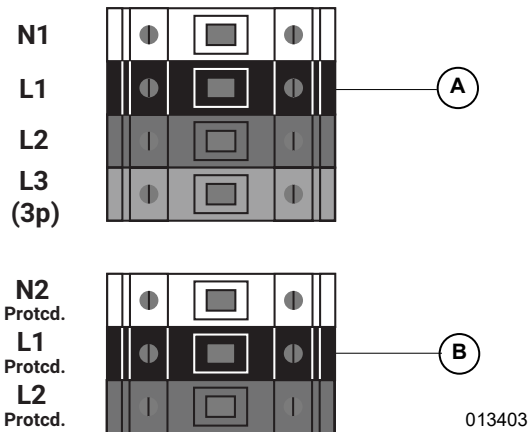

Figura 5-7. Terminales de cableado de CA
Consulte la **Figura 5-7**. El instalador es responsable de instalar una protección contra sobrecorriente de 40 A para los terminales de cableado de la red de CA (A). Los conductores deberán tener el tamaño de acuerdo con el Artículo 705 de NEC para la interconexión de alimentación de energía eléctrica. Todos los demás conductores del sistema deberán tener el tamaño de acuerdo con el Artículo 310 de NEC y los demás Artículos de NEC aplicables.
- Consulte la **Figura 5-7**. El inversor PWRcell está equipado con cuatro terminales de conexión de CA de la red y tres terminales de cargas protegidas.
- Use los cuatro terminales superiores (A) para la conexión a la red de energía eléctrica.